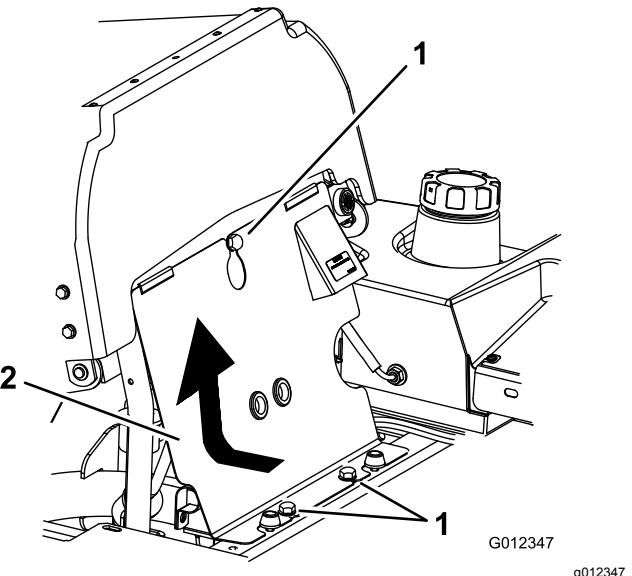

Figura 62
3. Inclinete il sedile in avanti, allentate i bulloni e togliete il pannello anteriore del motore (Figura 62).